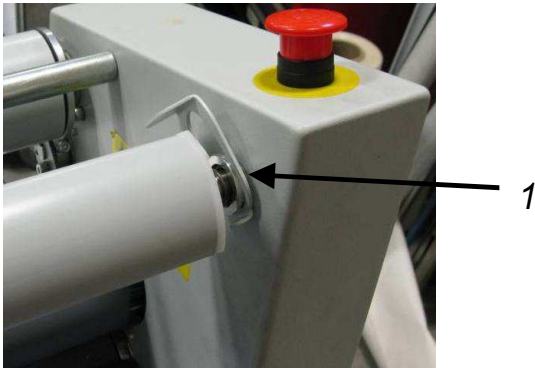

Abbildung 11: Sperre oben
Ein Arbeitsvorgang, der die Maschine optimal nutzt, wird in Abbildung 11 dargestellt. Gezeigt wird ein doppelseitiger Laminierungsprozess (Herstellung von selbstklebenden Bildern).
- Sie entfernen die gewünschte (obere oder untere) Zufuhrwelle, indem Sie den Verriegelungsbügel (1) in die obere Position bewegen (Abbildung 11).